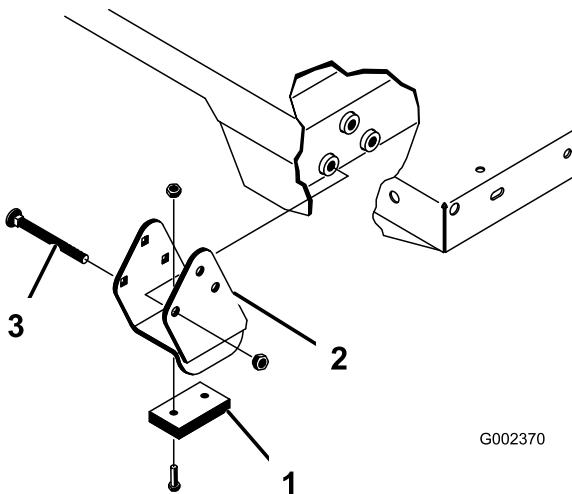

Figura 34
**Nota:** Asegúrese de instalar los espaciadores y las pletinas de desgaste (Figura 34) con las cabezas de los pernos de cuello cuadrado dentro de la máquina.
2. Coloque la plataforma con cuidado sobre el bastidor de la máquina, alineando los taladros de las placas de giro traseras con los taladros del perfil trasero del bastidor, e instale 2 pasadores con chavetas (Figura 34).
4. Inserte el pasador desde la parte exterior de la plataforma, con la chaveta hacia fuera (Figura 34).